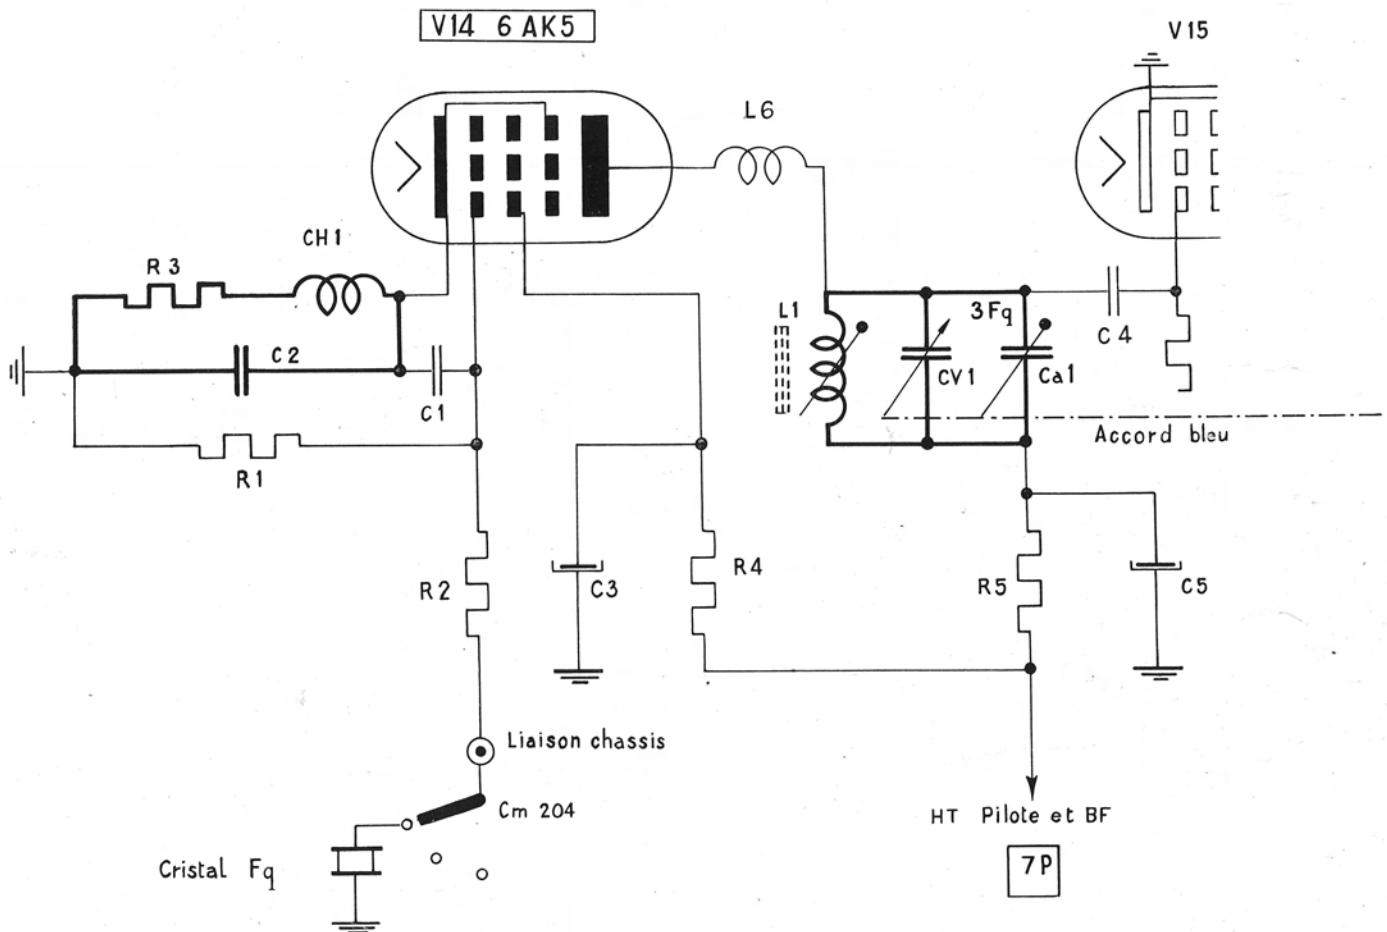

Fig. 1. — Oscillateur pilote tripleur de fréquence.
a) Oscillateur pilote (tripleur de fréquence) (fig. 1).